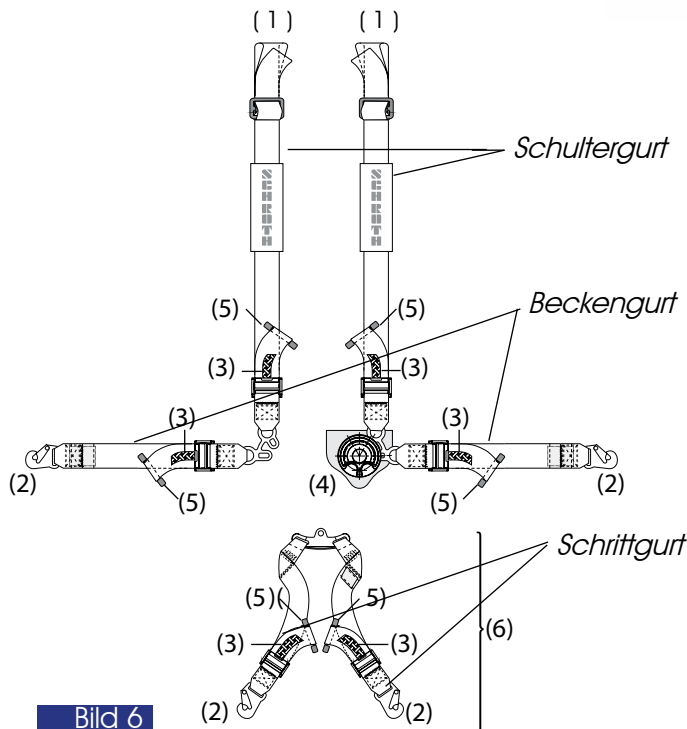

Bild 6
- Die beiden Schultergurte mit Becken-/Beingurt werden zur Seite gelegt und der Schrittgurt (Bild 6) wird nach unten in Richtung Fußende der Korbtrage positioniert.
- Die beiden Schultergurte (Bild 6) werden seitlich über den Patienten gelegt. Dann kann der lose Gurt in das Gurtschloss des anderen Gurtes eingesteckt werden.
- Anschließend können alle Gurte mit Hilfe der Gurtspanner (Bild 6) gestrafft werden.